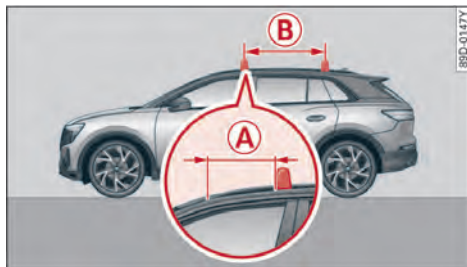

图 93 配备车顶行李架基座的汽车
- 行李架杆安装在车顶行李架基座上。同时前行李架杆与前车顶行李架脚⇒ 图 93(A)之间的距离为